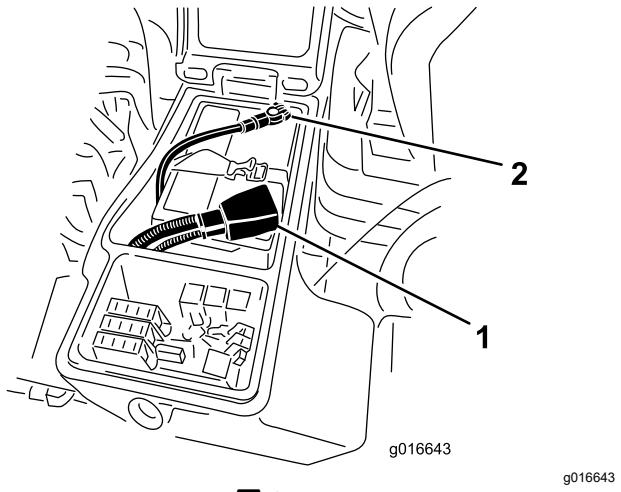

図 84
5. 赤いケーブルをバッテリーの端子に、黒いケーブルはバッテリーの端子に固定する図 84